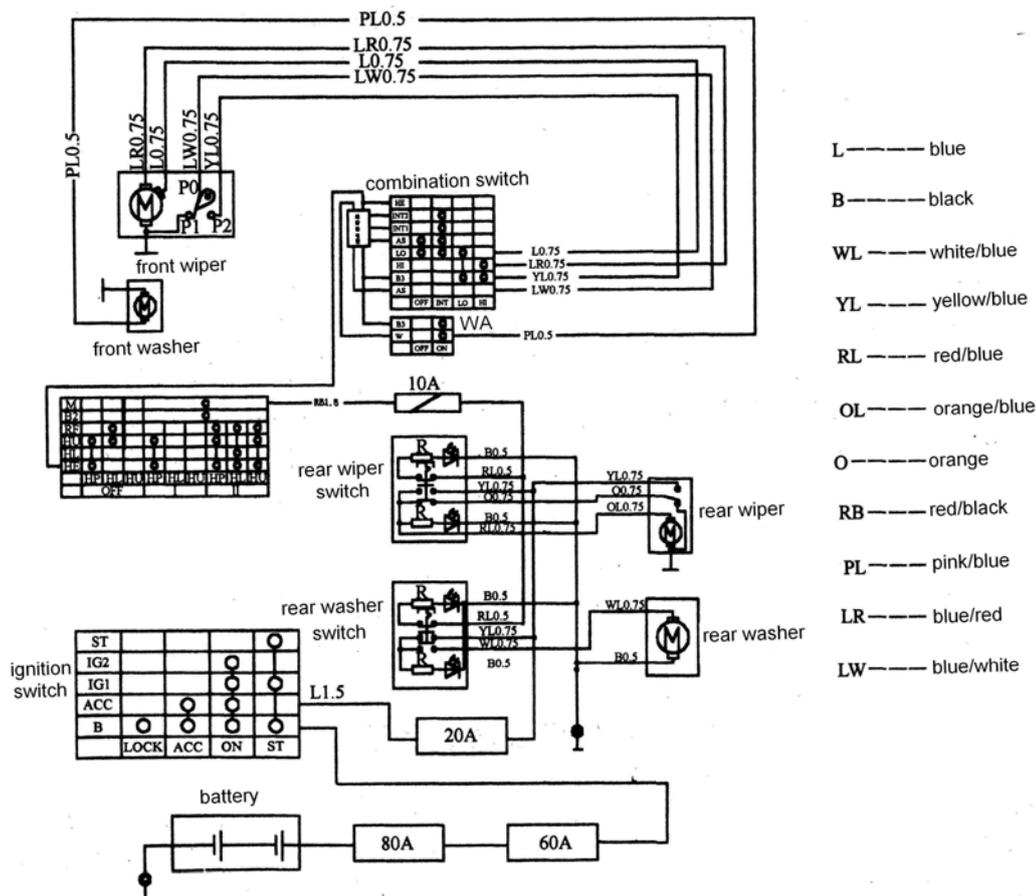

Fig.17-7
**2 CIRCUIT DIAGRAM (Fig. 17-7)**